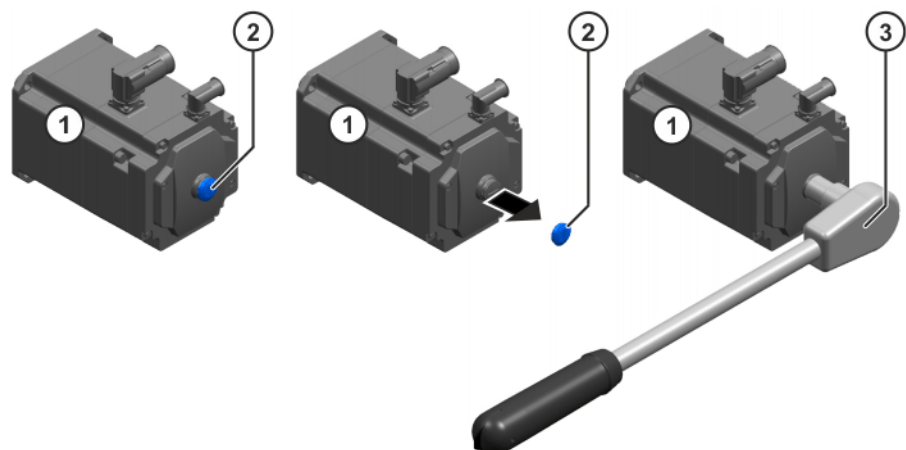

Fig. 8-9: Montage du dispositif de dégagement sur le moteur
1. Retirer la protection au moteur (>>> Fig. 8-9).